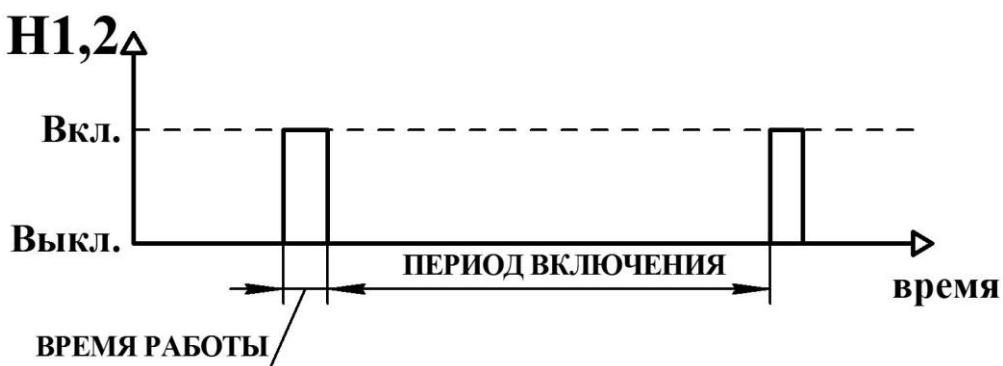

Рисунок 7 - Диаграмма работы БУН в режиме "МЕЖСЕЗОН"
2.2.5 Режим "МЕЖСЕЗОН"- кратковременная работа насоса с задаваемой периодичностью и длительностью с целью исключения заклинивания при простое в межотопительный период (Рисунок 7).